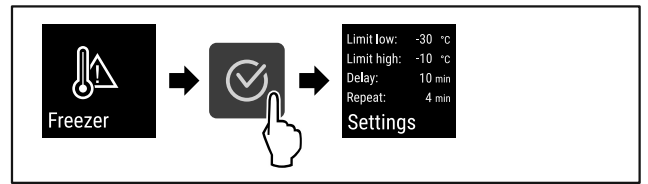

Fig. 102
- ▶ Kryeni hapat e veprimit (shihni Fig. 102).